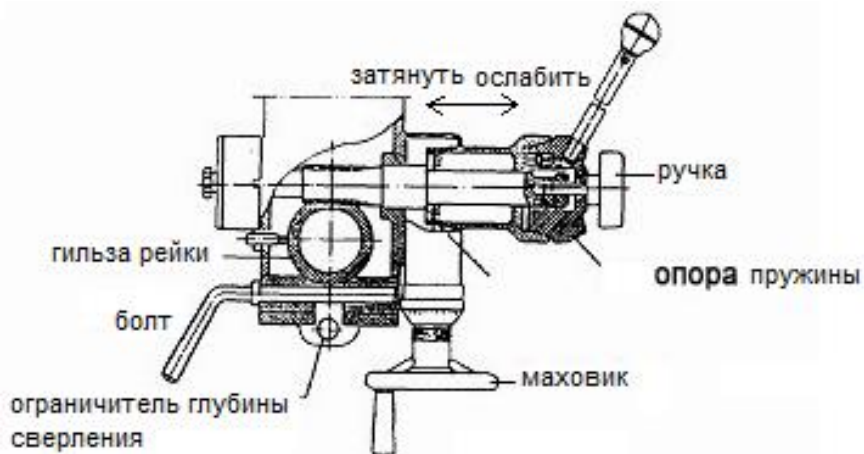

Рис. 2
(1) Подготовка к сверлению (см. Рис. 2) (без авто подачи)
(2) Подготовка к фрезерованию (см. Рис.2) (без автоматической подачи)